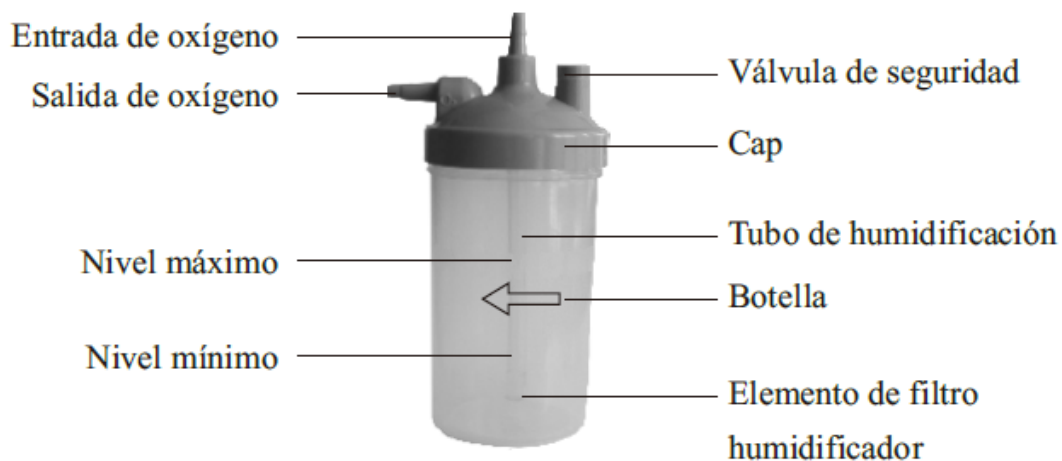

Figura 5: Componentes de Humidificador
1. Desatornillar el envase del humidificador en sentido contrario a las manecillas. Llenar el envase con agua pura (o agua destilada) hasta el nivel entre máximo y mínimo. **NO** llene la botella del humidificador por encima del nivel **MÁXIMO**. (Figura 5)